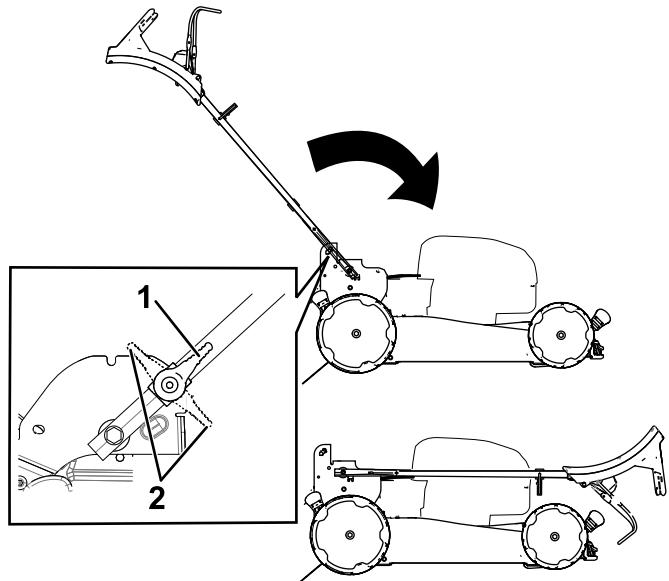

Bild 20
3. Lösen Sie die Holmarretierung (Bild 20).
4. Klappen Sie den Holm ganz nach vorne (Bild 20).